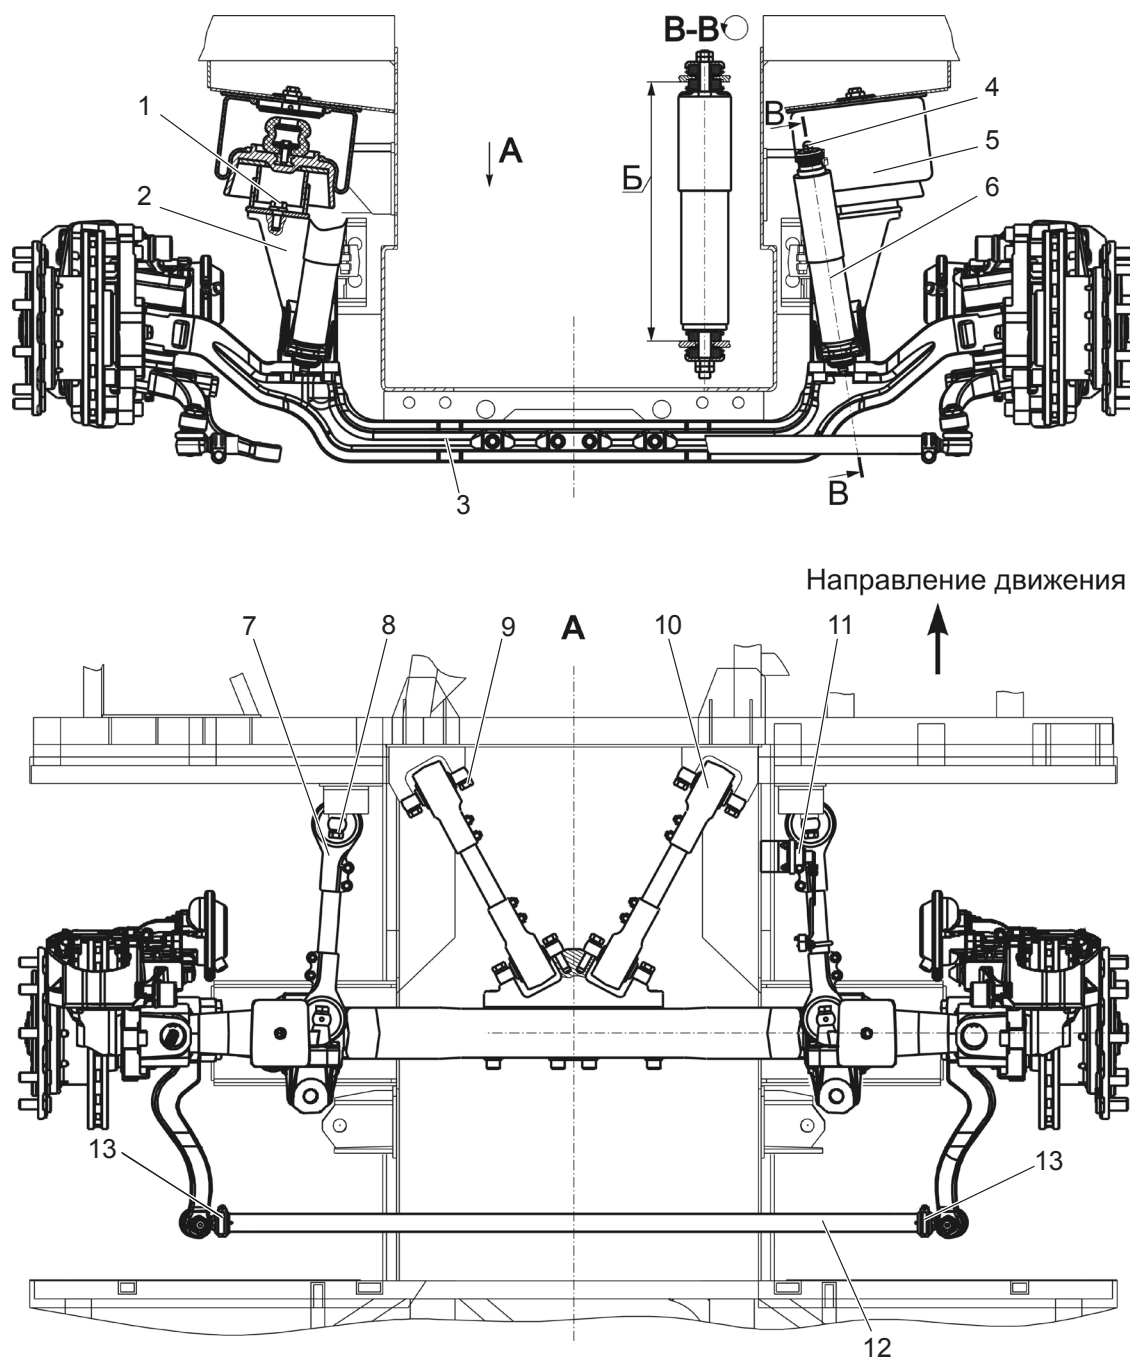

Рисунок 4.6.4 – Передняя подвеска
Подвеска передней оси состоит из опор 2 (рис. 4.6.4), системы реактивных штанг, двух
– момент затяжки болтов 8, 9 (рис. 4.6.4) крепления головок реактивных штанг к каркасу автобуса и к балке передней оси - 360...440 Н·м;
Регулировка схождения колес осуществляется изменением длины тяги 12 (рис. 4.6.4) путем ее вращения при ослабленных гайках хомутов 13. После регулировки затянуть гайки хомутов 13 моментом 70...80 Н·м.